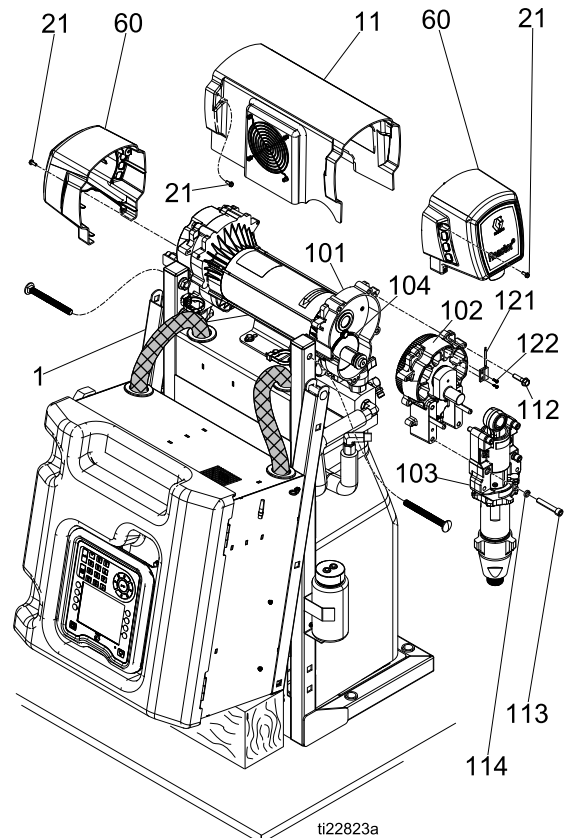

Figure 4
1. Darauf achten, dass die Sicherungsmutter (G) mit der flachen Seite nach oben auf die Pumpe geschraubt wurde. Die Pumpe so weit in das Lagergehäuse (M) schrauben, bis die Stiftlöcher aneinander ausgerichtet sind. Den Stift (F) hineinschieben. Die Halteklemme (E) nach unten ziehen. Siehe Abb. 4, page 57 für Ansicht und Montagehinweise.
2. Die Pumpe soweit in das Gehäuse schrauben, bis der Materialauslass (D) am Stahlrohr ausgerichtet ist und sich die obere Kante des Gewindes 2 mm (1/16 Zoll) oberhalb oder unterhalb der Lagerfläche (N) befindet.
3. Sicherungsmutter (G) durch festen Schlag mit einem Hammer, der keine Funken erzeugt, anziehen.
4. Materialeinlass (C) und Materialauslass (D) wieder anschließen.